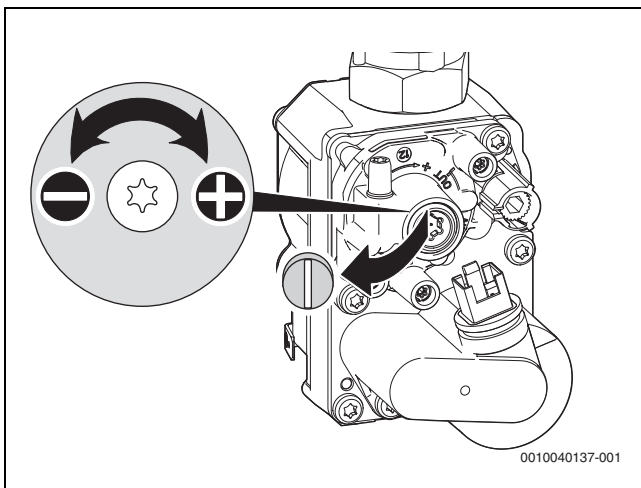

Bild 52 Plombe an der Einstellschraube entfernen
- ▶ Plombe an der Einstellschraube der Gasarmatur entfernen (nur Gasarmatur unten in Bild 52) und CO₂- oder O₂-Gehalt für minimale Nennwärmeleistung einstellen.